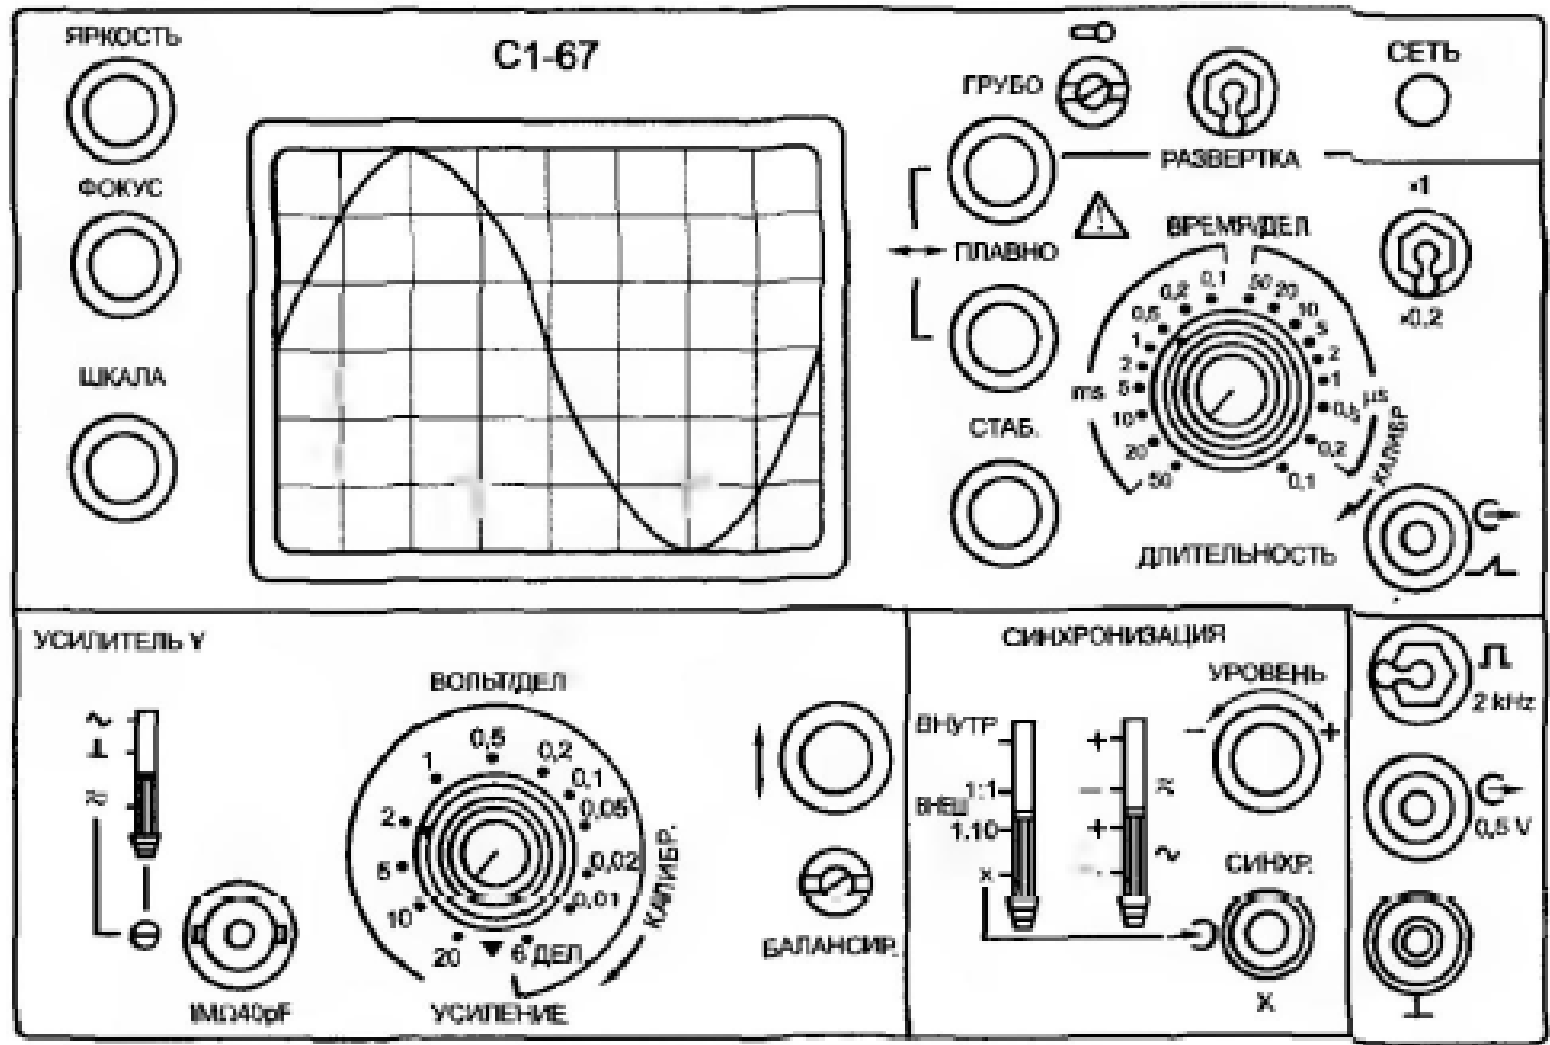

Рис. 7.1. Изображение лицевой панели прибора С1-67 с синусоидальным сигналом
**Пример 7.5.** Требуется определить входное полное сопротивление осциллографа С1-67, показанного на рис. 7.1.